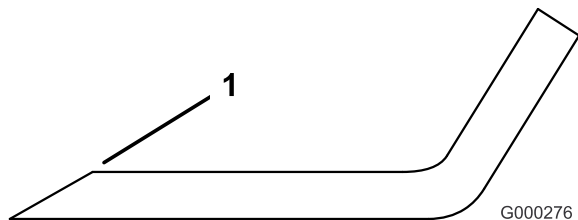

Figure 67
1. Au moyen d'une lime, aiguiser les tranchants aux deux extrémités de la lame (Figure 67). Veillez à conserver l'angle de coupe d'origine. Limez la même quantité de métal sur chacun des deux tranchants pour ne pas déséquilibrer la lame.